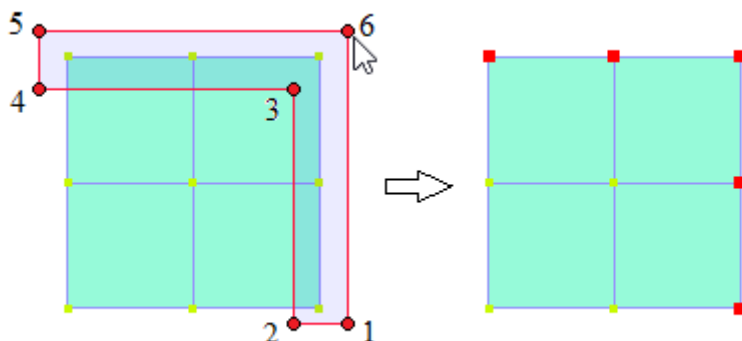

Рис. 2.138. Полигональная область выделения **Полным попаданием**
3. Укажите курсором мыши множество точек, как показано на рис. 2.138, для подтверждения ввода полигональной области, последнюю точку полигона укажите двойным щелчком.